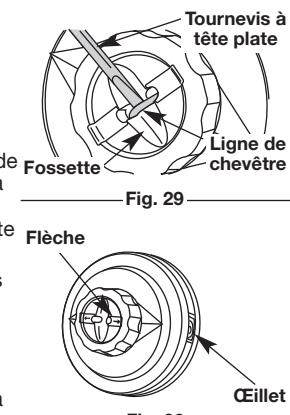

Fig. 29
- Utilisant un tournevis à tête plate, insérez le bout dans la ligne fossette et juste sous la partie exposée de la ligne (Fig. 29)